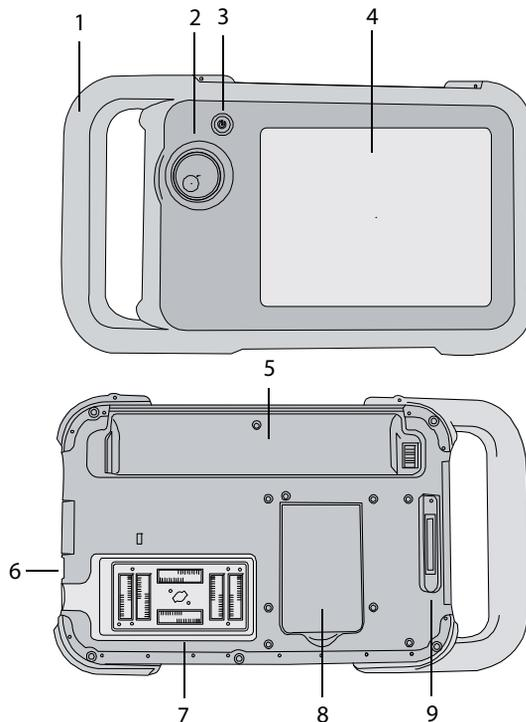

Figure 1 Avant (haut) et arrière (bas) de l'échographe.
À l'arrière de l'échographe se trouvent le compartiment de la batterie, le compartiment de la sonde et le connecteur de la station d'accueil NanoMaxx™. Sur le côté se trouvent deux ports USB. (Voir figure 1, page 1.)
La station d'accueil est dotée de ports notamment destinés à la connexion du câble d'alimentation et du câble d'imprimante. Elle se raccorde à l'arrière de l'échographe. (Voir figure 1, page 1.) Chaque port est associé à un symbole qui décrit son usage.
- ❖ Raccordez la station d'accueil à son connecteur à l'arrière de l'échographe. (Voir figure 1, page 1.)
- 2 Connectez le câble CC de l'alimentation électrique au port correspondant sur l'échographe. Voir figure 1, page 1.
Pour éviter tout risque d'électrocution, ne touchez pas le connecteur de la sonde (se trouvant dans le compartiment de la sonde) sur le système lorsque la sonde n'est pas branchée. Voir figure 1, page 1.
- ❖ Insérez le dispositif de stockage USB dans un port USB  de l'échographe. Voir figure 1, page 1.